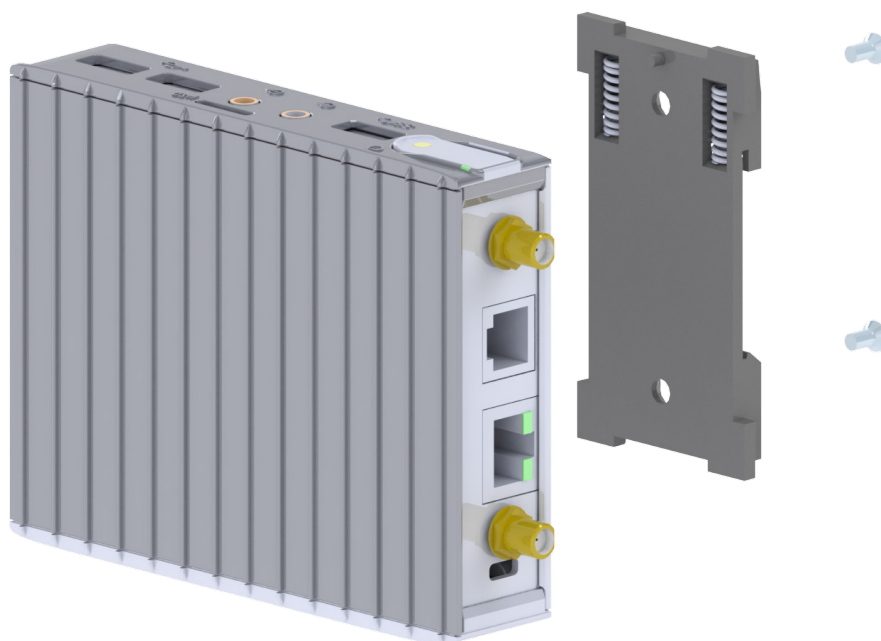
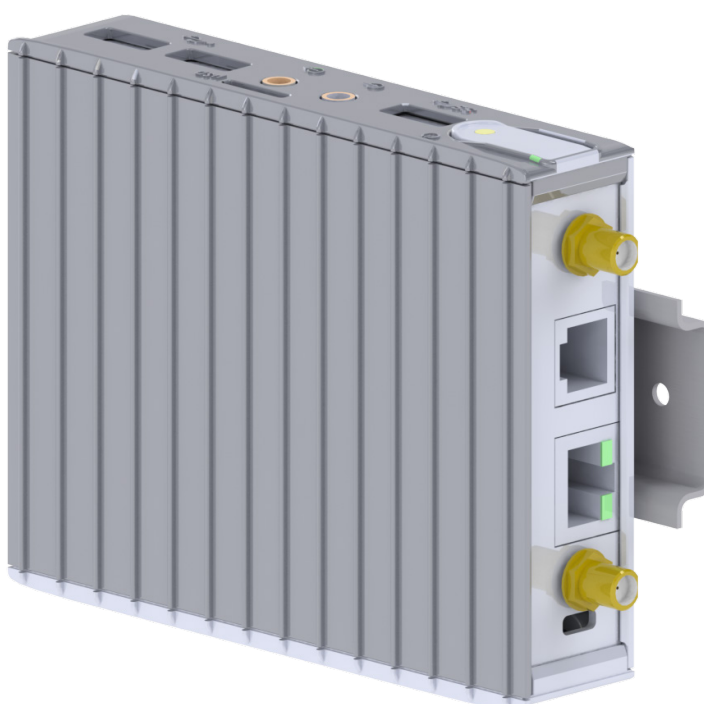

Figura 2.1: Fixação WCD-ED300-SCS para trilho DIN (vista explodida)
Figura 2.2: Fixação WCD-ED300-SCS para trilho DIN (conjunto montado)
O WCD-ED300-SCS pode ser instalado em trilho DIN por meio da fixação do suporte de montagem que acompanha o produto (trava relé) ao corpo do gateway (superfície inferior), conforme ilustrado nas Figura 2.1 na página 2-2 e Figura 2.2 na página 2-2. Para realizar a fixação, basta seguir os seguintes passos:
1. Posicionar o trava relé de modo a alinhar os orifícios dos parafusos com os existentes no corpo do gateway (Figura 2.1 na página 2-2).
2. Parafusar o trava relé no corpo do gateway por meio dos dois parafusos que acompanham o produto (Figura 2.1 na página 2-2).
3. Encaixar o equipamento em um trilho DIN por meio do trava relé já fixado no corpo do gateway (Figura 2.2 na página 2-2).